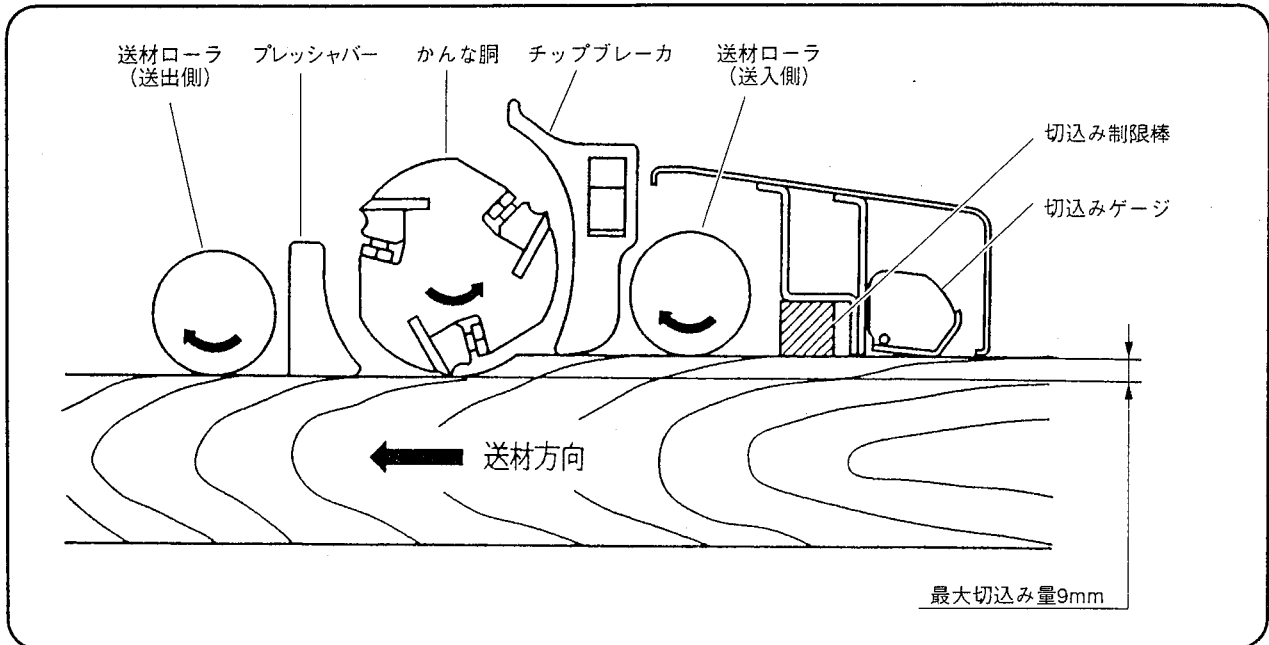

図 19
- 最大切込み量 9mm 以上削ろうとしても木材は切込み制限棒（図 19）に当たり入りません。この場合は切込み量を 9mm 以下にして、2 回以上に分けて切削してください。
- (1) 送材速度は、仕上げ面の程度、木材の材質、または切削幅、切込み量に応じて切替えます。
- (2) 送材速度は、0.07m/s {4m/min} ~ 0.2m/s {12m/min} まで無段階に調整できます。
- (3) 送材速度選択ツマミを右にまわすと速く左にまわすと遅くなります。
- 木材に傾斜や、曲がりがある場合は、木材が切込み制限棒（図 19 参照）につかえて送材が停止することがあります。このとき、送材ローラは無理に回転して磨耗がひどくなりますので、すぐにフットスイッチ **下** を踏むか昇降ハンドルを左にまわして切込み量を少なくしてください。